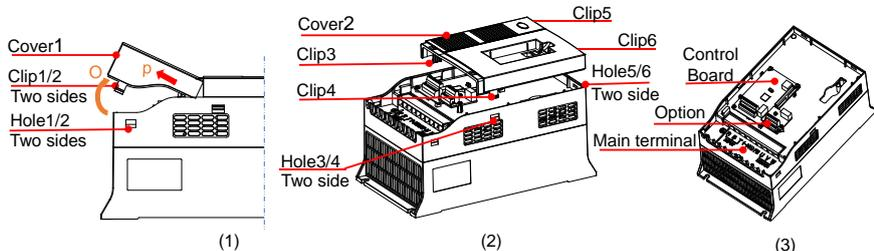

Рис.3-3 NE300 3P 400В 15~22кВт(GB)/18.5~30 кВт (PB)
Рис.3-3а NE300 3P 400V 1.5~11кВт(GB)/2.2~15кВт(PB)
■ Существует 2 разных типа моделей с пластиковым корпусом см. Рис.3-3а/б
■ Установка и снятие кнопочной панели: Выньте панель из привода как показано на Рис.3-3а(1), затем потяните в направлении 'P'. Установка происходит в противоположном порядке.
■ Подготовка для моделей с Рис.3-3а: Ослабьте скобы 3/4, затем поднимите крышку в направлении 'O' и снимите по направлению 'P'.
■ Подготовка для моделей с Рис.3-3б: Ослабьте скобы 1/2, поднимите пластиковую крышку №1 в направлении 'O' и снимите по направлению 'P'. Ослабьте скобы 3-6 и снимите крышку №2.